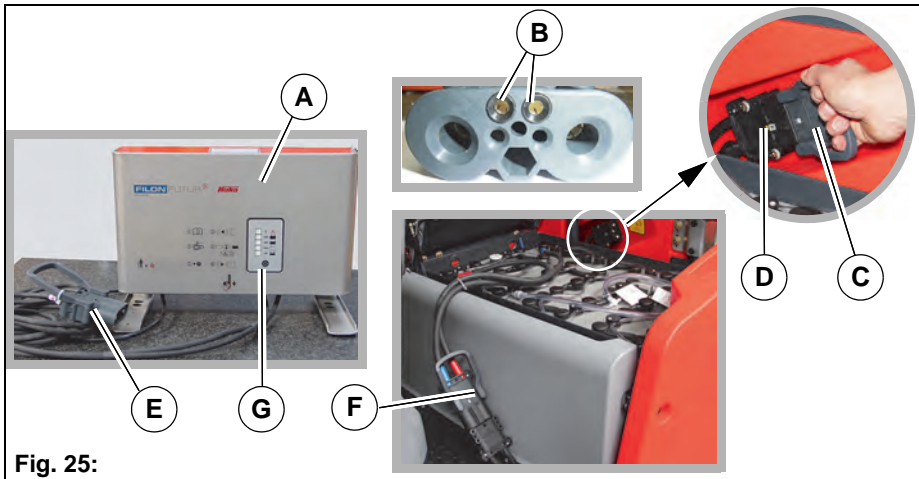

Fig. 25:
Batteriene blir ladet med en stasjonær lader, slik som fremstilt for eksempel i **Fig. 25-A**. Batteriene kan lades når batterikapasiteten er mindre enn 60 %.
Laderen (99400110) kan kun lade batterier som har en slik PKS-koblingskrets **Fig. 25-B**.
3. Trekk batteripluggen **Fig. 25-C** av maskinpluggen **Fig. 25-D**.
4. Koble batteripluggen med pluggen til laderen **Fig. 25-E** og plasser den foran batterirommet **Fig. 25-F**.
6. Fremdriften til ladingen under ladeforløpet vises på displayet **Fig. 25-G** på laderen.
- Koble batteripluggen fra kontakten til laderen og koble den til kontakten til maskinen **Fig. 25-D** igjen.